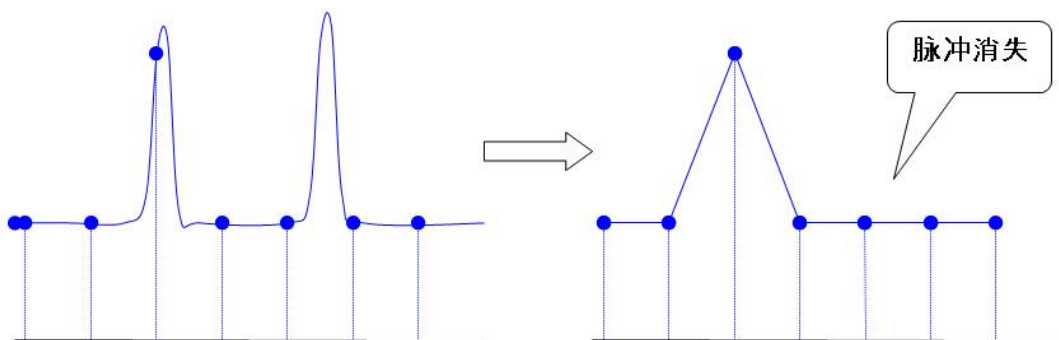

图 10-3
- **波形漏失：** 由于采样率过低，对采样数据进行重建时的波形没有反映全部实际信号，如下图 10-3 所示。